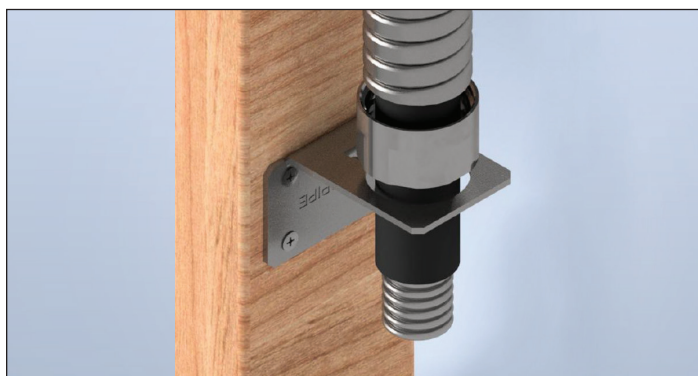

Figure 1-5
5. Retirez l'adaptateur de conduite flexible de l'écrou. Placez la conduite flexible et l'adaptateur de conduite flexible sur la coupe finale du tube et enfillez le tube au travers du support de robinet principal (figure 1-5).